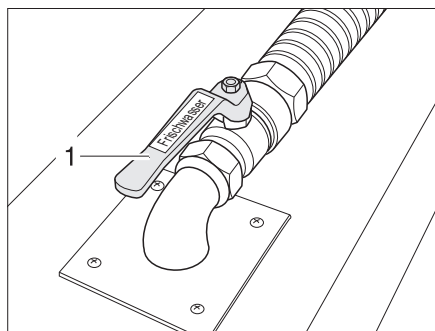

Fig. 258 Robinet de vidange dans le double plancher
Le robinet de vidange (Fig. 258,1) se trouve dans le double plancher. Le robinet de vidange est désigné par l'inscription "Frischwasser" ("Eau fraîche").
- Ouvrir le robinet de vidange (Fig. 258,1). L'eau s'écoule.